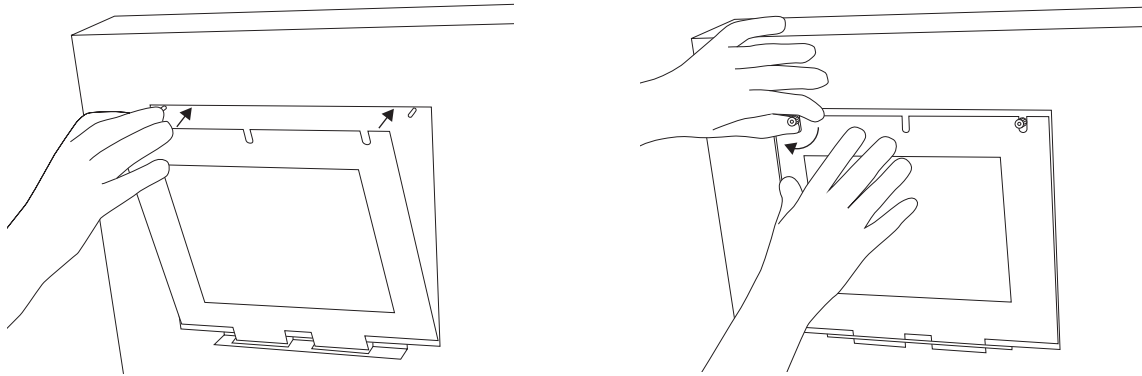

Bild 11. Korrekte Platzierung des LASERSCHUTZGLASES auf dem Heizmodul.
7. Montieren Sie das Glas: Schieben Sie die Metallzungen des LASERSCHUTZGLAS-Moduls in die Halter in der Mitte des Deckels. Drücken Sie leicht auf die Dichtung. Schrauben Sie nach dem perfekten Sitz die Rändelmuttern auf die sichtbaren Schrauben (Bild 11).